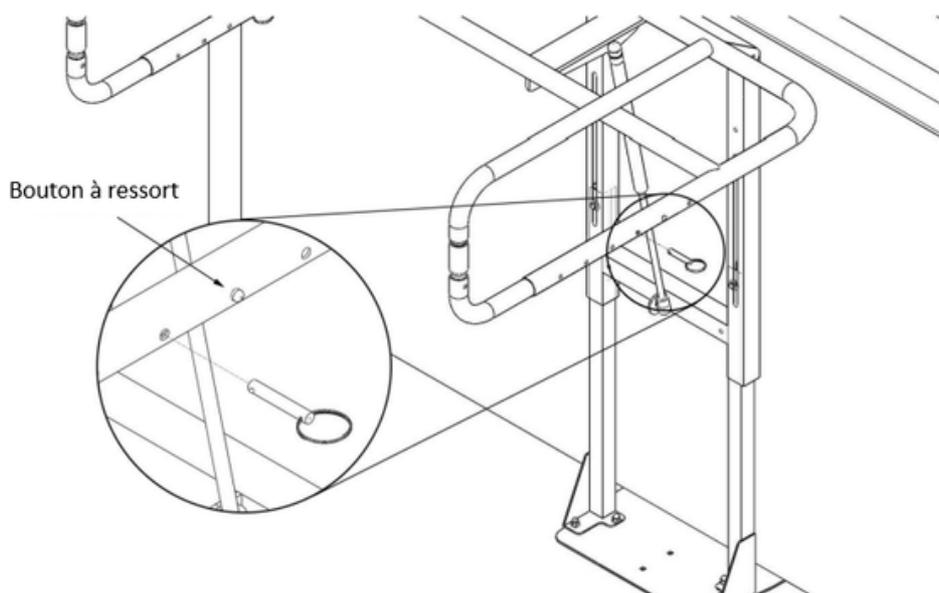

Figure 11
11. Poussez la goupille ccF dans le trou juste en dessous du bouton à ressort. Assurez-vous que la goupille passe à travers le conduit en diagonal (non illustré) sur le bras en U. Voir figure 11.